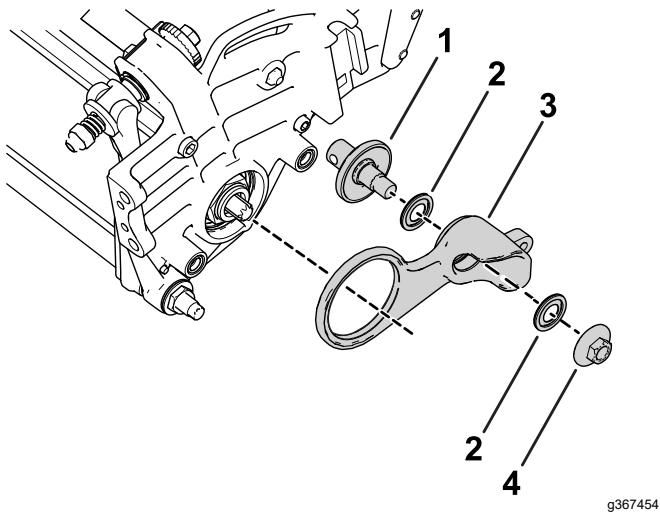

Figura 10
1. Montate le parti sfuse al gruppo tendicinghia come mostrato nella Figura 10.